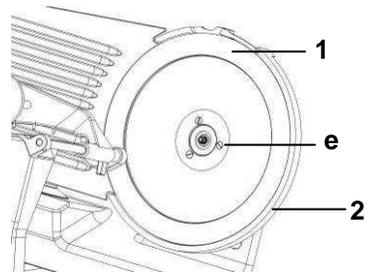

Abb. 10
- Um das Schneidemesser zu entnehmen, lösen Sie die 3 Feststellschrauben (e) mit einem geeigneten Schraubendreher (**Abb. 10**), hängen Sie das Schneidemesser vorsichtig aus.
- Reinigen Sie die Schneidmesserabdeckung (3) und das Schneidemesser (1) mit warmem Wasser und einem neutralen Reinigungsmittel. Verwenden Sie einen Schwamm, die mitgelieferte Reinigungsbürste oder ein weiches Tuch. Spülen Sie mit klarem Wasser nach.
- Reinigen Sie den Messerschützring (2) mit warmem Wasser und etwas neutralem Reinigungsmittel. Wischen Sie mit klarem Wasser nach.